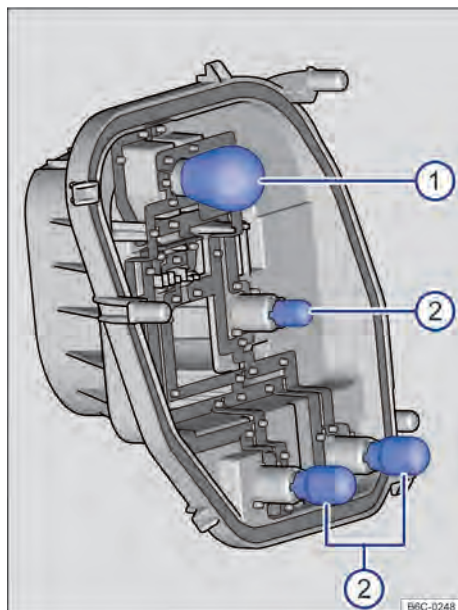

Fig. 138 Grupo óptico trasero: quitar las lámparas
11. Para desmontar las lámparas de incandescencia quemadas: → fig. 138 ⓘ presionar la lámpara contra el alojamiento y girar en sentido antihorario.
13. Para insertar las lámparas nuevas en el soporte de las lámparas, introduzca la nueva lámpara en el alojamiento: → fig. 138 ① presionar la lámpara y girarla en sentido horario hasta el tope. ② presionar la lámpara en el sentido del alojamiento hasta el tope.